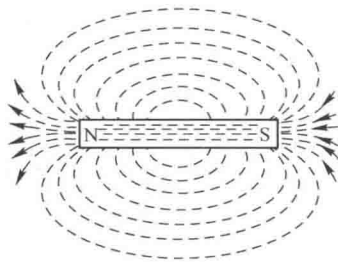

图 1-18 磁感应线
(1) 磁感应线是互不交叉的闭合曲线;在磁体外部由 N 极指向 S 极,在磁体内部由 S 极指向 N 极,如图 1-18 所示。
(2) 磁感应线上任意一点的切线方向就是该点的磁场方向,即小磁针 N 极的指向。
(3) 磁感应线越密,磁场越强;磁感应线越疏,磁场越弱。磁感应线均匀分布而又相互平行的区域称为均匀磁场;反之则称为非均匀磁场。